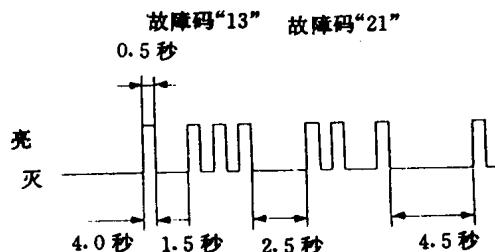

图 1-1-4 故障码 “13” 和 “21” 的显示
②发动机有故障，则故障码的显示如图 1-1-4 所示。警告灯闪亮时间的长短与故障码的显示时间相等。故障码由两位数组成，第一位数字和第二位数字之间时间间隔为 1.5 秒，故障码和故障码之间时间间隔为 2.5 秒，所有故障码之间时间间隔为 4.5 秒。